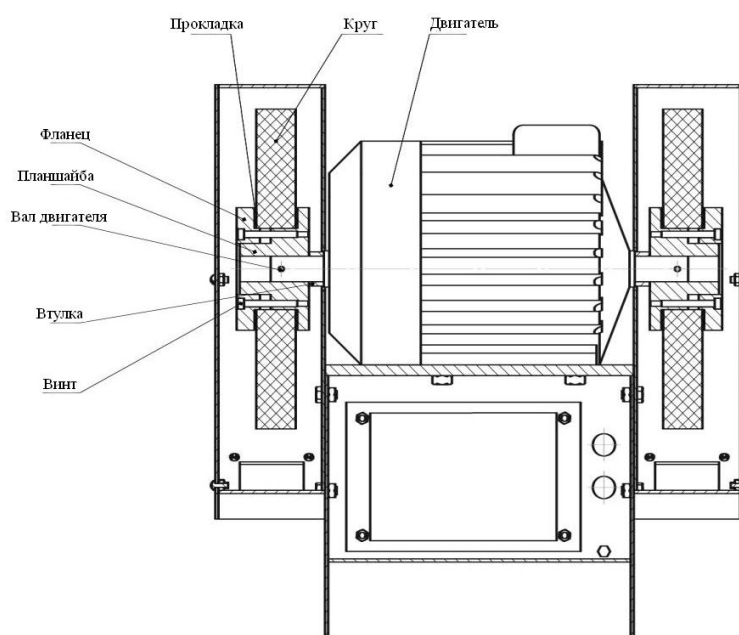

Рис. 2 Крепление шлифовального круга.
2.2.1 Крепление шлифовального круга (рис.2)
Установка подручников 5 и 6 в требуемом положении производится перемещением их в пазах кронштейнов 7 и 8, которые, в свою очередь, крепятся к подставке (тумбе) и могут перемещаться относительно нее. На валу электродвигателя имеются планшайбы для установки кругов. Крепление кругов см. рис. 2. Перечень органов управления и графических символов приведен в табл. 2.
- 9.4 Для смены круга на станке снять крышку кожуха, отвернуть шесть винтов М8 фланца (см. рис.2), снять фланец и круг.